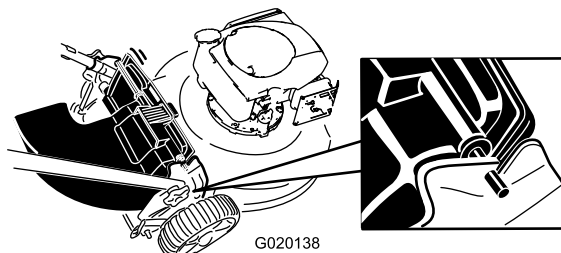

Figura 18
4. Inserite i perni del deflettore di scarico posteriore nelle tacche presenti sulla macchina (Figura 18).